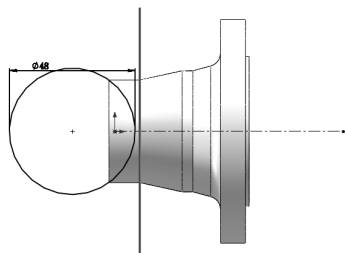

图 7-34 添加重合几何关系
5) 添加重合几何关系。单击“草图”控制面板中的（添加几何关系）按钮，弹出“添加几何关系”属性管理器；为圆和接口根部的角点添加重合几何关系，如图 7-34 所示，定位圆的位置。